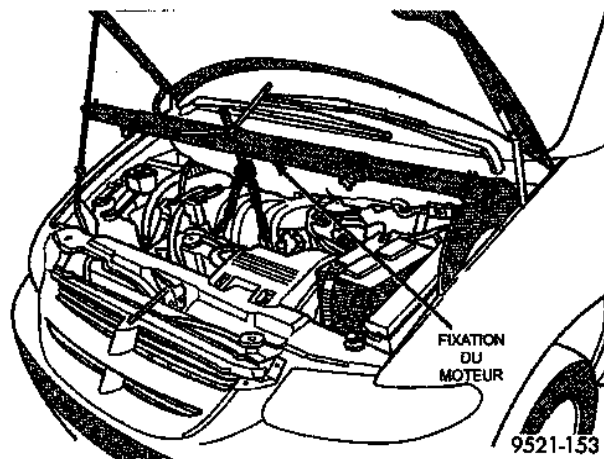

Fig. 6 Fixation de soutien du moteur
- (1) Déconnecter le câble négatif de la batterie.
- (2) Déposer l'épurateur d'air et les durites.
- (3) Déconnecter de la boîte-pont la timonerie du papillon et la timonerie de sélection de rapport.
- (4) Débrancher le connecteur de débrayage du convertisseur de couple, placé près de la jauge. Débrancher le contacteur de position du sélecteur de rapport.
- (5) Déposer la jauge de boîte-pont.
- (6) Déposer les conduites du refroidisseur de la boîte-pont et le bouchon.
- (7) Poser la fixation de soutien du moteur (Fig. 6).
- (8) Déposer les boulons supérieurs du carter.
- (9) Lever le véhicule. Déposer les roues avant. Se référer au Groupe 2, Suspension pour déposer ou poser l'écrou du moyeu de roues et les deux arbres de transmission.